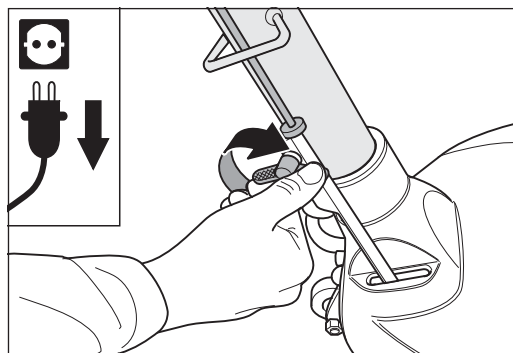
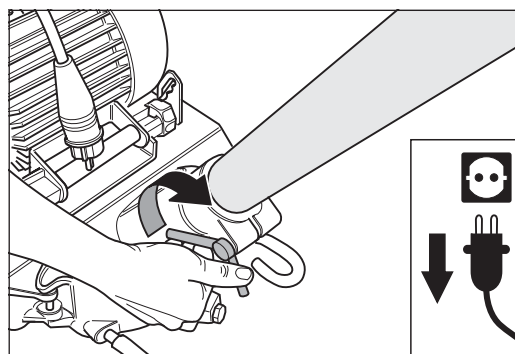

Abb. 60 Nach dem Einbau des Führungsrohrs die Flügelschraube am Gestängeunterteil sorgfältig festziehen.
Abb. 61 Nach dem Einbau des Führungsrohrs die Flügelmutter am Maschinengehäuse sorgfältig festziehen.
- 3 Ziehen Sie die Flügelschraube am Gestängeunterteil (Abb. 60) und die Flügelmutter am Maschinengehäuse (Abb. 61) sorgfältig fest.